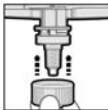
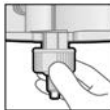

Fig. 3:
Fig. 4.1:
5. Se a ponta misturadora estiver corretamente posicionada (Fig. 3), empurre o anel de fixação até enconstar na ponta misturadora e gire-o para a direita (1/4 de volta) até estar seguramente travado (Fig. 4.1, 4.2, 5).